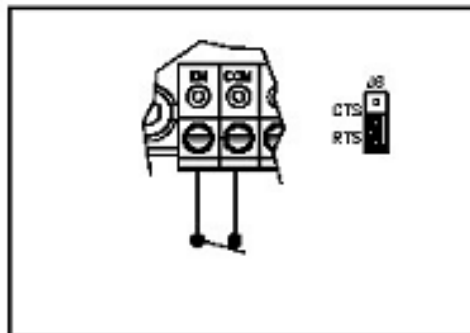

图 14
- 5.1 当“EN”和“COM”端子之间的触点断开且跳线J6设为“RTS”位置时，马达将制动使之迅速停止。（参见图 14）